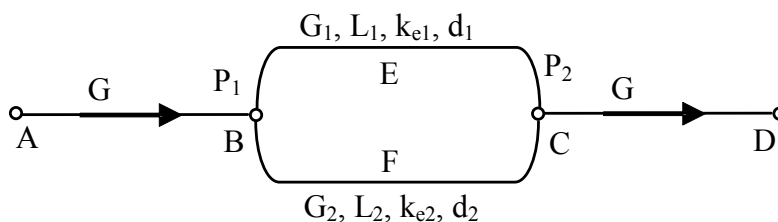

Рисунок 9.1
9.1.1 Складний трубопровід містить в собі як послідовні, так і паралельні з'єднання труб (рис. 9.1). Ділянки ВЕС і ВFC з'єднані паралельно. Рух рідини здійснюється від перерізу А до перерізу D. На схемі:
9.2.1 Складний трубопровід містить в собі як послідовні, так і паралельні з'єднання труб (див. рис. 9.1). Ділянки ВЕС і ВФС з'єднані паралельно. Рух рідини здійснюється від перерізу А до перерізу D. На схемі: G – загальна масова витрата рідини на двох ділянках, кг/с; G_1, G_2 – масова витрата рідини відповідно на ділянках ВЕС і ВФС (ВЕС – ділянка 1, ВФС – ділянка 2); d, L – діаметр і довжина ділянок; k_e – еквівалентна шорсткість труб, мм; P_1, P_2 – тиск в точках В і С, МПа. Визначити масові витрати рідини на ділянках ВЕС і ВФС та тиск P_2 , якщо відомо, що по трубопроводах рухається вода з температурою 20°C з витратою G , а також тиск в точці В, геометричні розміри ділянок та еквівалентна шорсткість $k_{e1} = 0,1$ мм, $k_{e2} = 0,3$ мм.